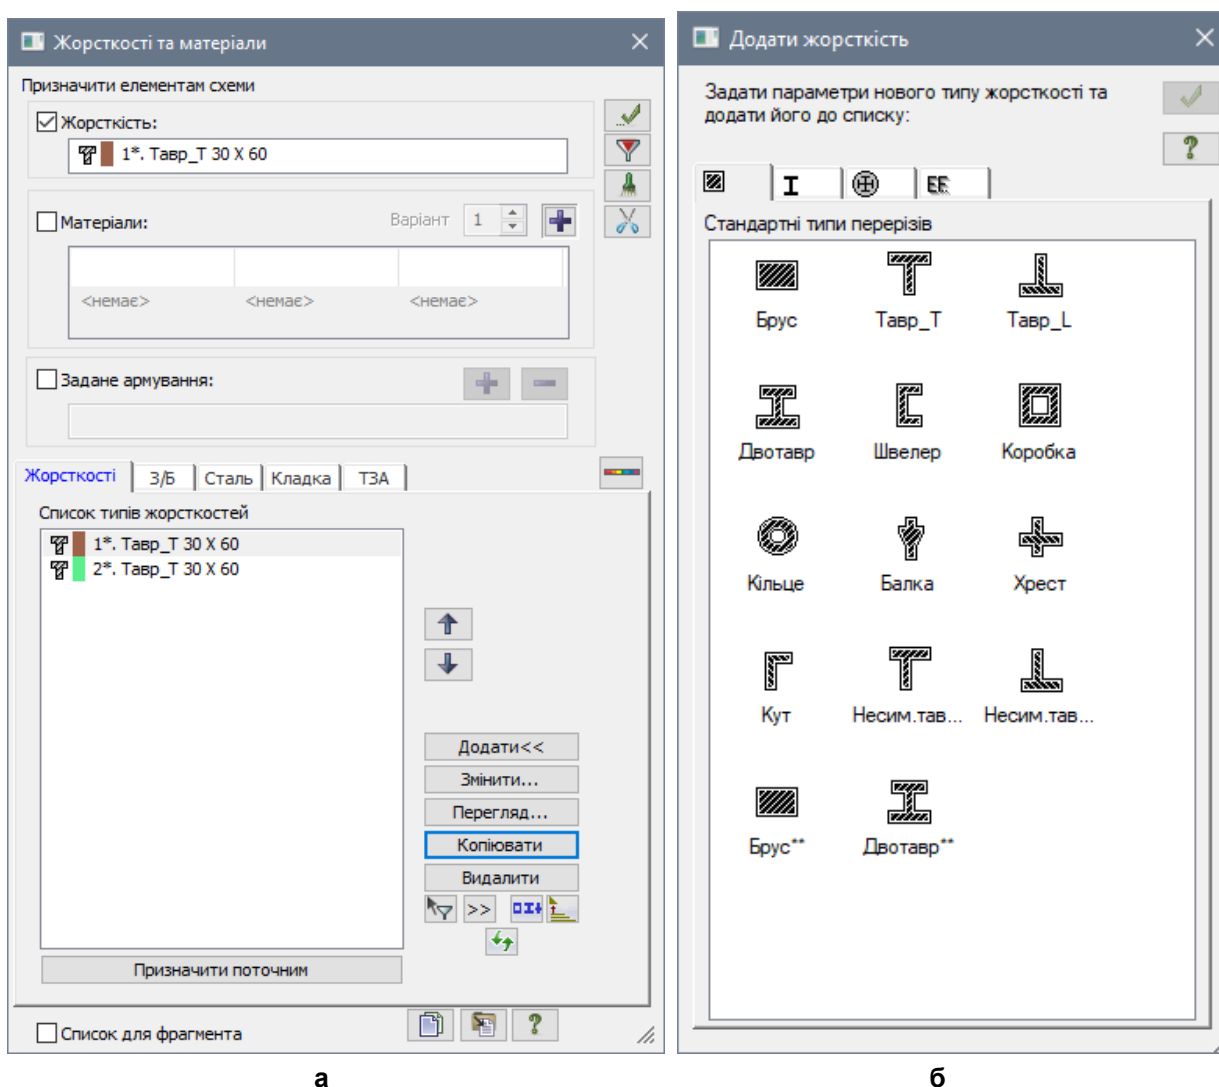

Рис. 7.11. Діалогові вікна: а – Жорсткості та матеріали, б – Додати жорсткість
- Натиснувши на кнопку  – **Жорсткості та матеріали елементів** (панель **Жорсткості та в'язі** на вкладці **Створення та редагування**) відкрийте діалогове вікно **Жорсткості та матеріали** (рис. 7.11,а).
- В цьому вікні натиснувши на кнопку **Додати** відкрийте діалогове вікно **Додати жорсткість**, для того щоб вивести список стандартних типів перерізів (рис. 7.11,б).
- В діалоговому вікні **Жорсткості та матеріали** (рис. 7.11,а) в списку типів жорсткостей за допомогою курсору виділіть рядок **1\*.Тавр\_Т 30х60** і натисніть на кнопку **Копіювати**.